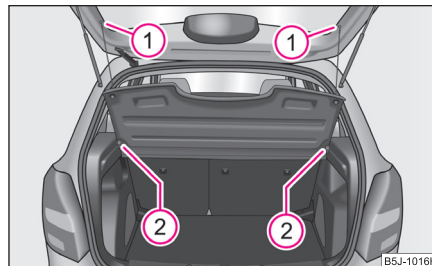

Fig. 63 Demontarea raftului din portbagaj
- Desprindeți benzile de susținere de pe capacul portbagajului ① ⇒ fig. 63.
- Raftul din portbagaj se poate scoate din suporturile ② trăgând raftul în spate, sau bătând pe partea posterioară a raftului, în zona dintre suporturi.
- Pentru montare, așezați raftul pe suprafețele capitonajelor laterale și, împingând în față, apăsați raftul în suportul ②, apoi prindeți benzile de susținere ① în hayon.